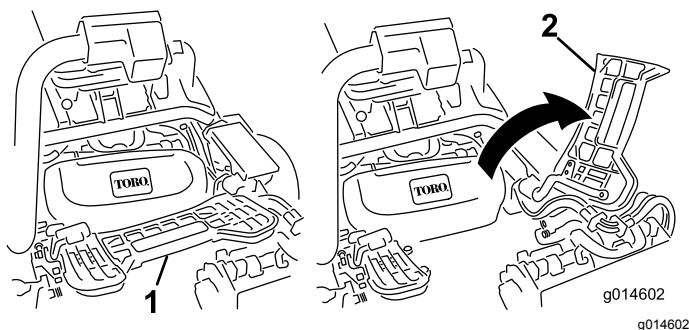

図 30
2. フットレストを跳ね上げて開き、中央カッティングユニット取り付け位置へのアクセスを確保する 図 30。